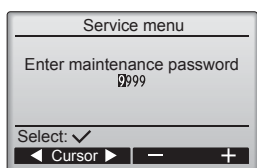

Fig. 7-2
- ① Wählen Sie „Service“ im Hauptmenü und drücken Sie die [ZURÜCK]-Taste.
- ② Bei der Auswahl des Service-Menüs wird ein Fenster geöffnet, das zur Passwordeingabe auffordert. (Fig. 7-2)